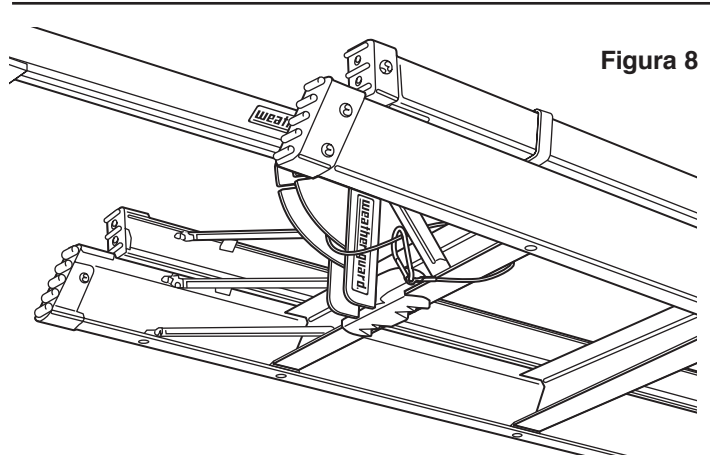

Figura 8
9. Pase el cable de seguridad alrededor del peldaño inferior y engánchelo como se muestra en la figura 8. Coloque siempre el cable de seguridad alrededor de un peldaño. Es posible que otras partes de la escalera no sean lo suficientemente fuertes como para sostener la escalera en caso de un accidente de automóvil.